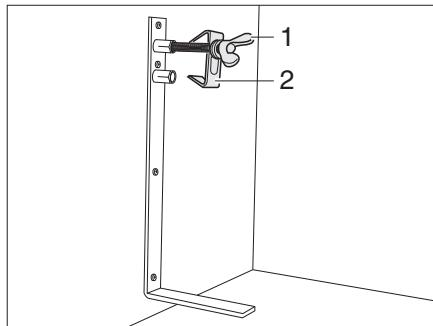

Fig. 162 Soporte para rueda de repuesto
- Soltar el tornillo (Fig. 162,1) y quitarlo junto con el centraje (Fig. 162,2).